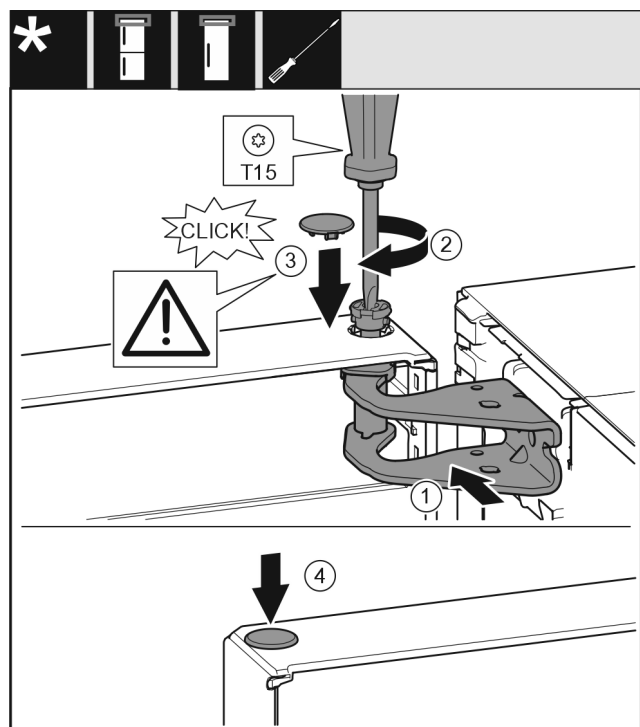

Fig. 21
- ▶ Rett ut døren øverst mot åpningen i lagerbukken. Fig. 21 (1)
- ▶ Sett inn bolten Fig. 21 (2) og skru fast med en skrutrekker.
- ▶ Monter sikkerhetsdekselet Fig. 21 (3) for å sikre døren: Sett inn sikkerhetsdekselet og kontroller at det hviler på døren. Hvis ikke, må boltene settes fullstendig inn.
- ▶ Sett inn pluggen Fig. 21 (4).